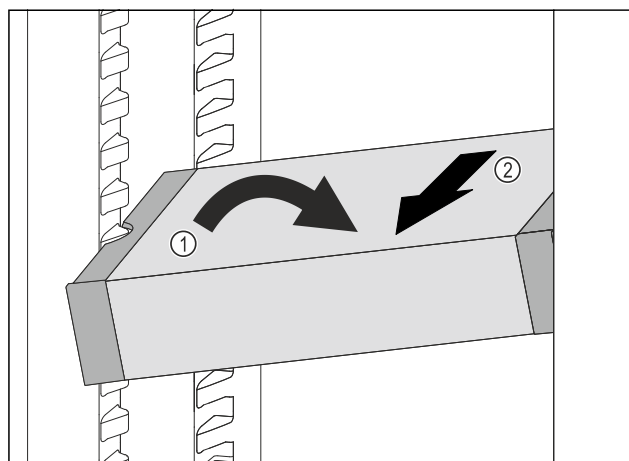

Fig. 108
- ▶ Predal VarioSafe postavite v hladilniku postrani. Fig. 108 (1)
- ▶ Predal VarioSafe izvlecite v smeri naprej. Fig. 108 (2)